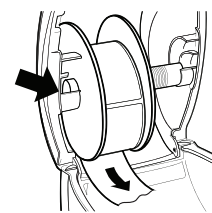

Figure 3
Les figures 3 et 4 de la présente section illustrent la façon de charger des étiquettes dans l'imprimante LabelWriter 450 et dans tout autre modèle d'imprimante LabelWriter.
- 6 Insérez la bobine dans la fente du compartiment de manière à ce que le rouleau se déroule par le bas. Voir Figure 3.